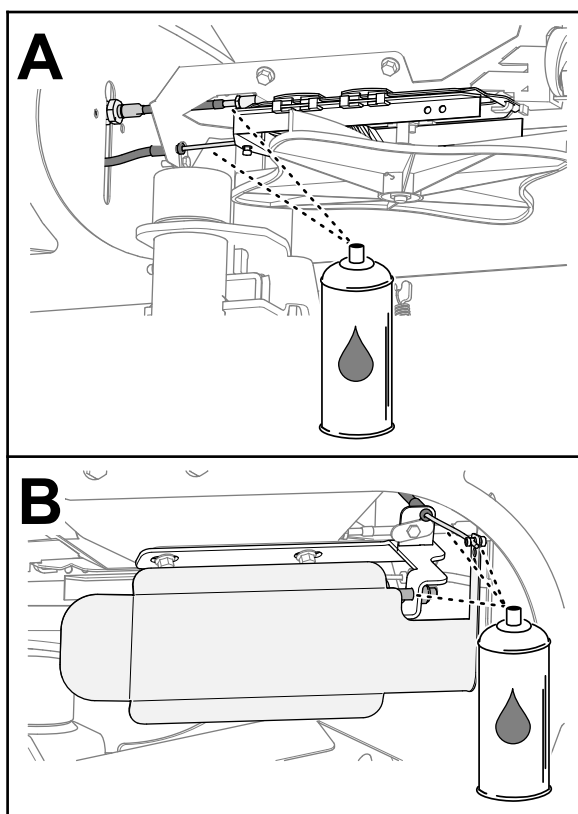

Figura 51
1. Aplique un lubricante hidrófugo a los cables de control y a los puntos de pivote, como se muestra en la Figura 51.